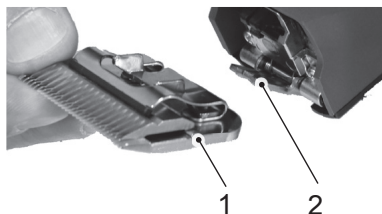

Fig. 8
6. Fixe a nova cabeça de tosquia na articulação e empurre a cabeça de tosquia em direcção à máquina com uma leve pressão (Fig. 8, 9, 10).